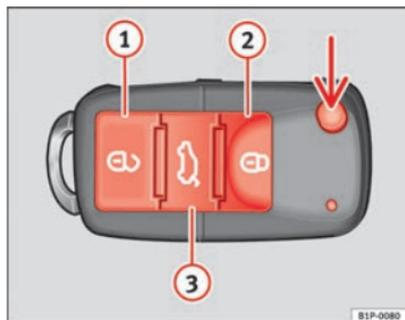

Fig. 45 Tasti della chiave con telecomando
Con il tasto  fig. 45 (freccia) del telecomando, si sblocca lo scatto della chiave.
- Premere il tasto ② ⇒ fig. 45 del telecomando.
- Premere il tasto ① ⇒ fig. 45 del telecomando.